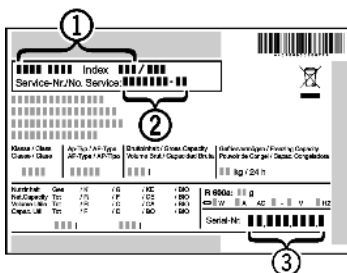

Fig. 20
- ▶ Očitajte naziv uređaja Fig. 20 (1), servisni broj Fig. 20 (2) i serijski broj Fig. 20 (3) s tipske pločice. Tipska pločica nalazi se na lijevoj unutarnjoj strani uređaja.